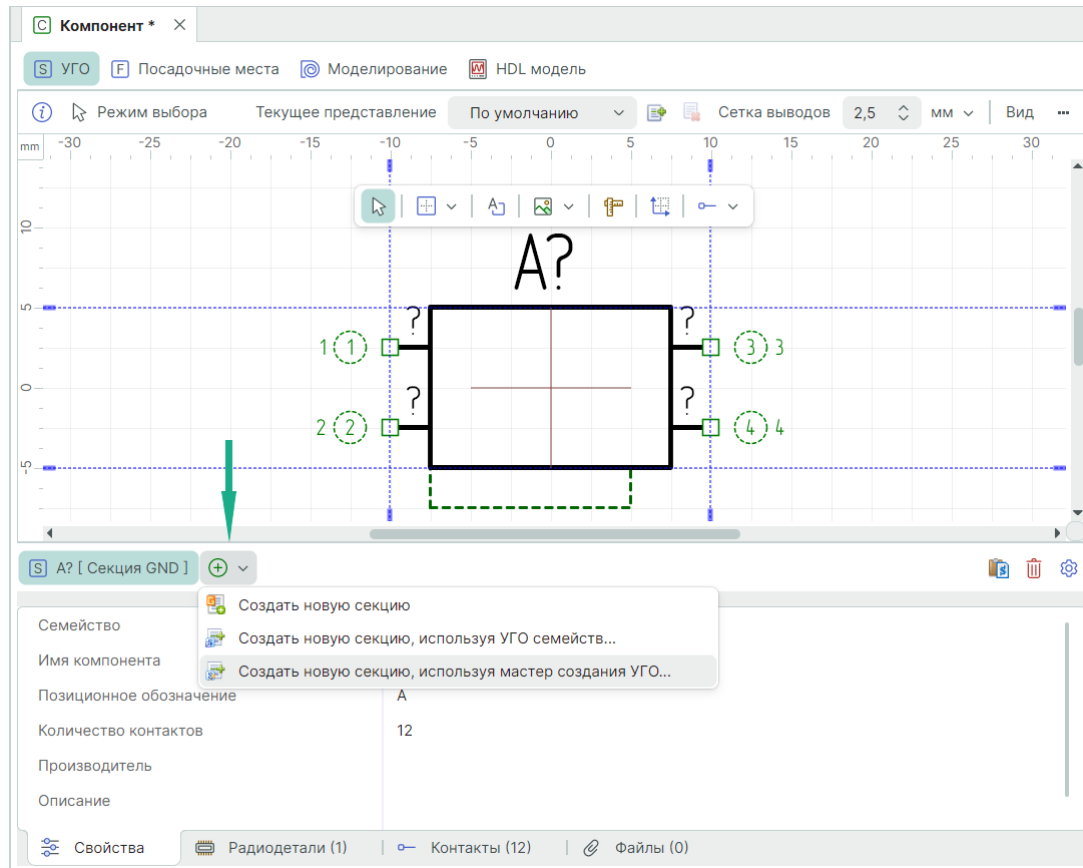

Рис. 226 Запуск мастера создания УГО
1. Нажмите иконку  создания новой секции и в открывшемся меню выберите пункт «Создать новую секцию, используя мастер создания УГО...», см. Рис. 226.